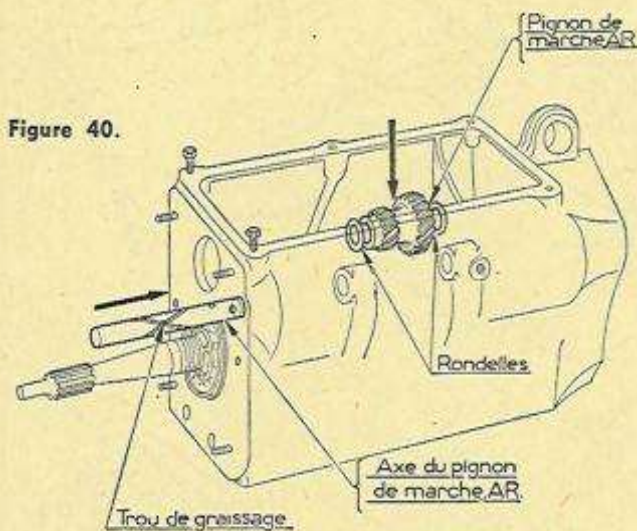

Figure 40.
- Retourner ensuite la boîte de vitesses et mettre en place le pignon de marche arrière C 20 dans le carter (fig. 40).